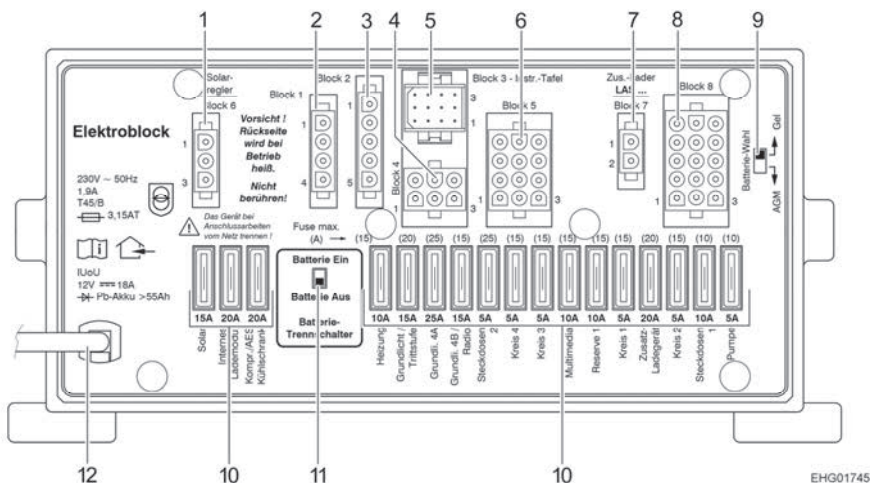

Fig. 104 Bloque eléctrico (TEB310), fig. similar
- Empujar el separador de batería hacia arriba: Batería On ("Batterie Ein"). Separador de batería véase Fig. 104,11.